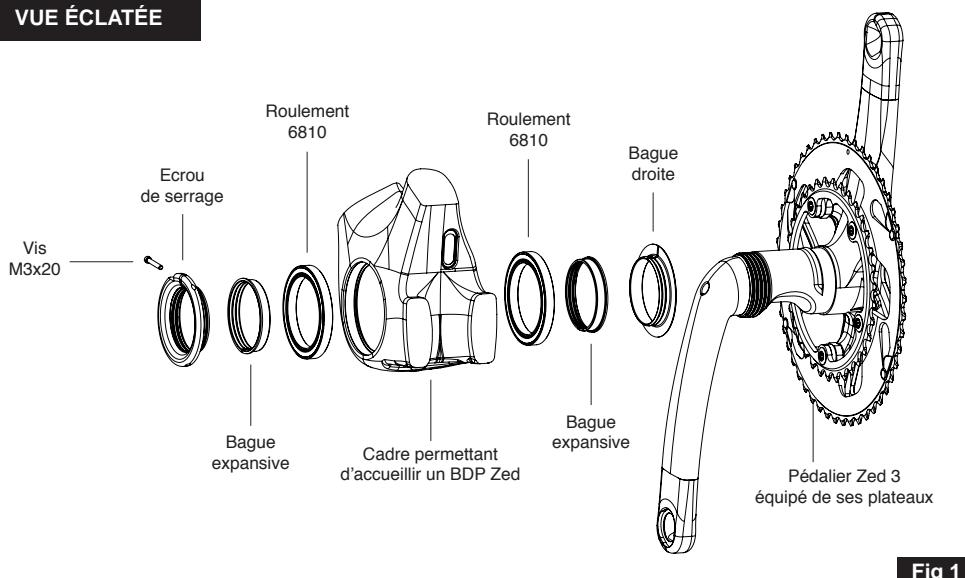

Fig 1
- Avant d'engager le pédalier dans le cadre, vérifiez qu'il ne manque aucune pièce sur l'ensemble pré-monté sur le pédalier (voir figure 1 et 9).